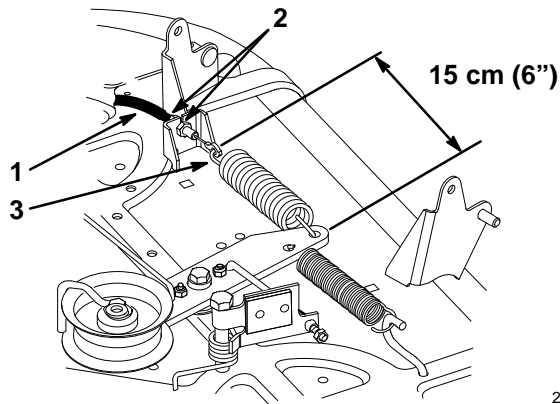

Figure 47
12. Mettre le levier de commande de lame (PdF) du tableau de bord en position embrayée. Mesurer l'écart entre les crochets des extrémités du ressort de galet tendeur (Fig. 47). Régler les contre-écrous si nécessaire pour que cet écart soit de 15 cm (6") (Fig. 47).